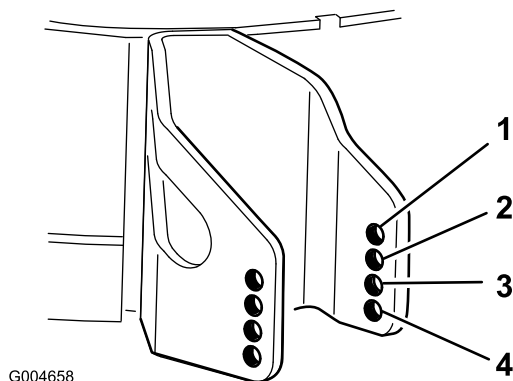

Bild 24
4. Wählen Sie ein Loch, bei dem die Antiskalpierrolle der gewünschten Schnitthöhe so nahe wie möglich ist (Bild 24).